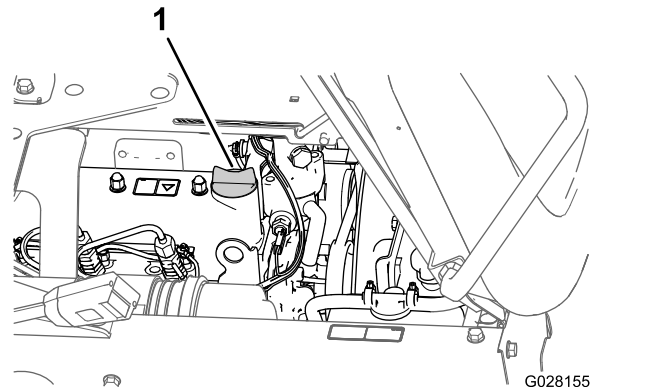

Bild 73
5. Nehmen Sie den Ölfülldeckel vom Füllstutzen an der Ventilabdeckung des Motors ab und gießen Sie ungefähr 80 % der angegebenen Ölmenge langsam in den Füllstutzen (Bild 73).
8. Setzen Sie den Ölfülldeckel auf den Füllstutzen (Bild 73).